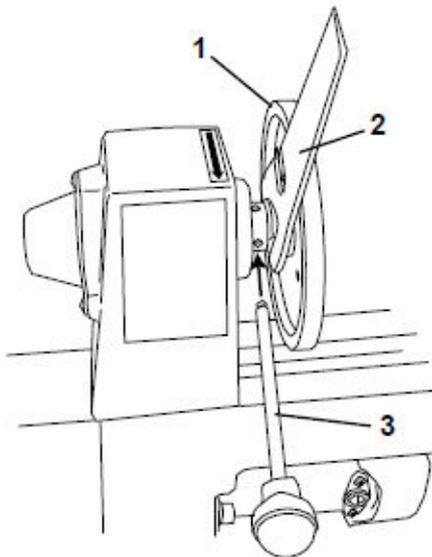

Abb. 6: Mitnehmerscheibe
Schritt 1: Schrauben Sie die Mitnehmerscheibe (Pos. 1, Abb. 6) auf das Ende der Spindelstockwelle und ziehen Sie sie handfest an.
Schritt 2: Setzen Sie den Schraubenschlüssel (Pos. 2, Abb. 6) auf die Mitnehmerscheibe.
Schritt 3: Führen Sie die Spitze des Fixierstabes (Pos. 3, Abb. 6) in einen der Schlitzte an der Seite der Spindelstockwelle ein.